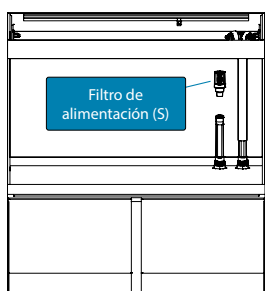
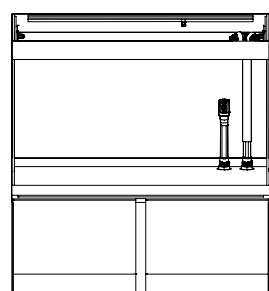
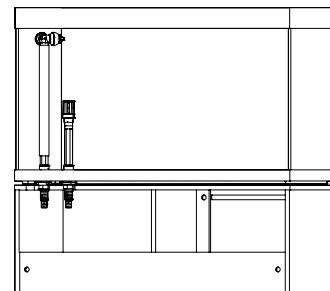

Fig. 5
Fig. 6
Fig. 7
4. Inserta el filtro de alimentación (S) en el tubo de conexión (A) (Fig. 5). Se puede observar el resultado final del producto montado en la Fig. 6 y la Fig. 7.